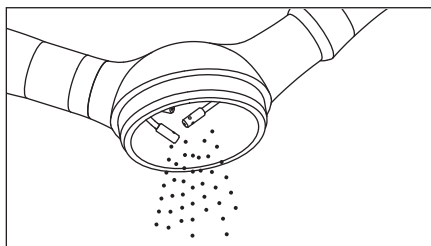

図 11
- 1) パウダーケースキャップを開け、残ったパウダーを取り除きます（図 11）。